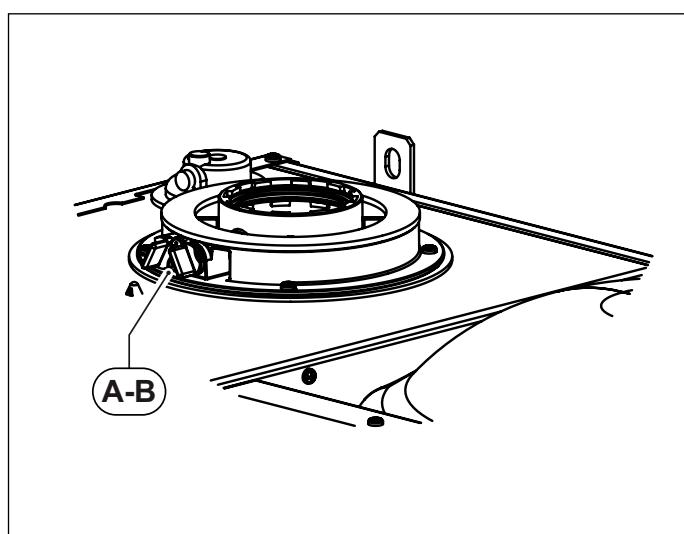
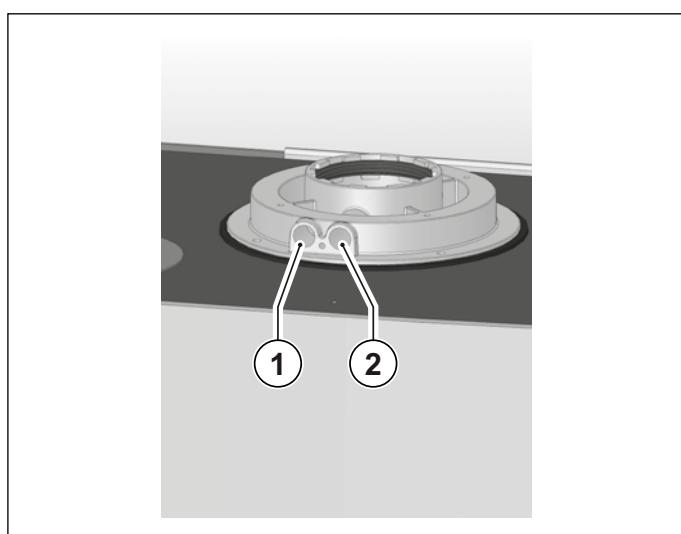

Fig. 19 Poziția bușoanelor
Fig. 20 Poziția orificiilor
Centrala termică este prevăzută cu un turn pentru racordarea conductelor de aspirație aer/evacuare gaze arse (vezi Fig. 19 Poziția bușoanelor și Fig. 20 Poziția orificiilor).
În turn au fost prevăzute orificii pentru accesul direct al aerului de combustie și pentru evacuarea gazelor arse (vezi Fig. 20 Poziția orificiilor).
Înainte de a efectua măsurările înălțurați bușoanele **A** și **B** din orificiile prevăzute pe turn (vezi Fig. 19 Poziția bușoanelor).
- măsurarea aerului de combustie preluat din orificiul **1** (vezi Fig. 20 Poziția orificiilor).
- măsurarea temperaturii gazelor arse și a CO₂ prelevat din orificiul **2** (vezi Fig. 20 Poziția orificiilor).
Cablurile termostatului trebuie conectate la bornele (1) și (2) ale plăcuței electronice (vezi Fig. 16 Schema electrică RTFS și Fig. 20 Schema electrică CTFS) după ce a fost eliminată puntea furnizată cu centrala termică. Fig. 25 Schema electrică după ce a fost eliminată puntea furnizată cu centrala termică.